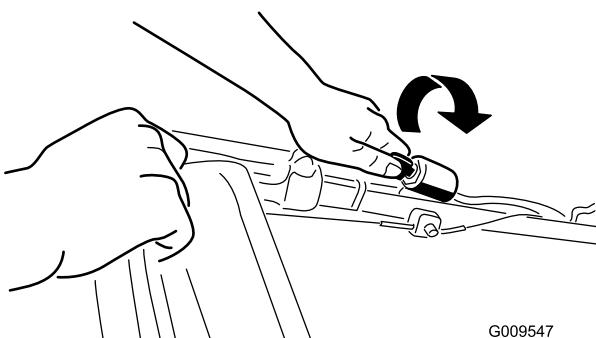
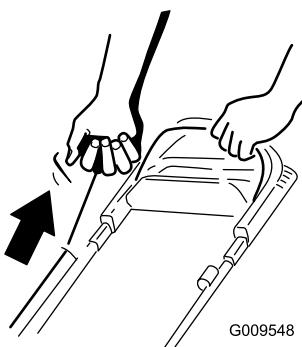

Figure 12
Figure 13
- 2. Tournez la clé de contact (Figure 12) (modèles à démarrage électrique uniquement) ou tirez la poignée du lanceur (Figure 13).
Remarque: Tirez lentement la poignée du lanceur (Figure 13) jusqu'à ce que vous sentiez une résistance, puis tirez vigoureusement. Laissez le lanceur se rétracter lentement jusqu'à la poignée.